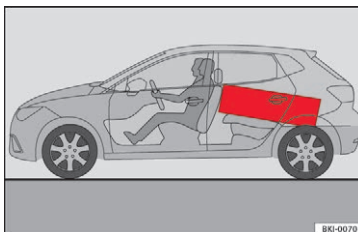

Fig. 139 Læg tunge ting så langt frem som muligt.
- Opbevar tung bagage så langt fremme i bagagerummet som muligt » Fig. 139.